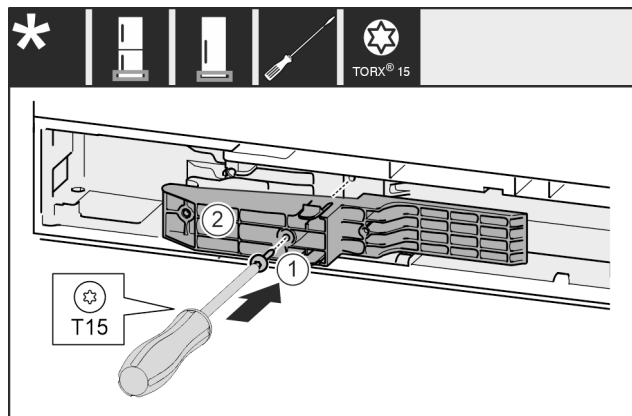

Fig. 56 *
- ▶ Вставьте деталь адаптера Fig. 56 (1) в выемку на стороне ручки.*
- ▶ Затяните винт Fig. 56 (2) отверткой.*